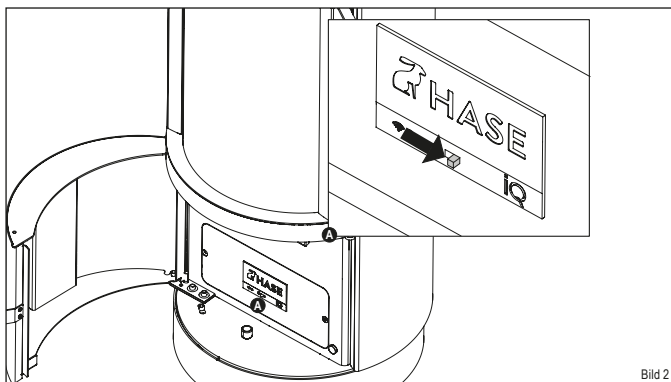

Bild 2
- ▶ Stellen Sie den Schalter des Bedienpanels auf „Ein“ (Bild 2).